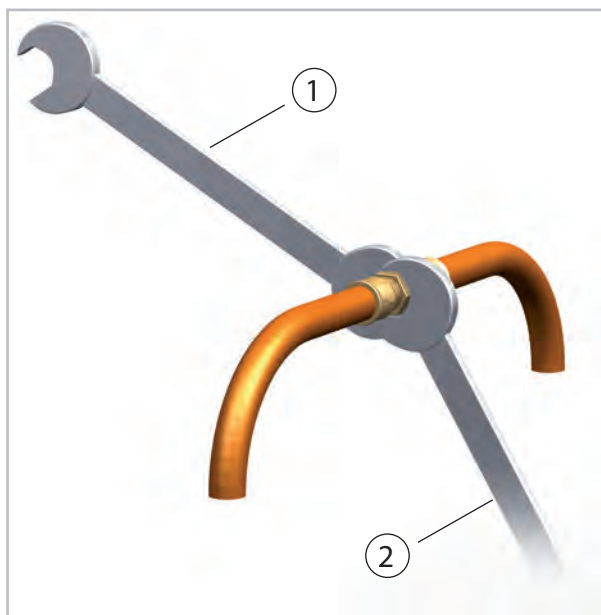

Abb. 55: Verschraubungen anziehen
- Die Verbindung der Kältemittelleitungen an den Geräteanschlüssen sollte zunächst per Hand erfolgen, um einen richtigen Sitz zu gewährleisten. Anschließend werden die Verschraubungen mit zwei passenden Maulschlüsseln befestigt. Es muss mit einem Schlüssel **gegengehalten** werden (Abb. 55).